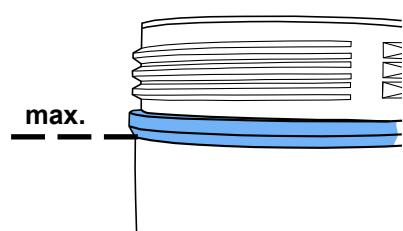

図7
- ・噴射剤は最高充填高さ(図7)(ねじ山下部でタンク被覆が太くなっています)まで充填してください。